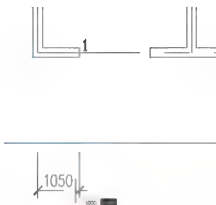

图 3.40 标注尺寸线和辅助线之间的距离
③ 在指定尺寸线位置或[多行文字(M)/文字(T)/角度(A)/水平(H)/垂直(V)/旋转(R)]：提示下，将光标垂直向下拖动，输入“1000”(图 3.40)，指定尺寸线和辅助线之间的距离为 1000mm，按 Enter 键结束命令。